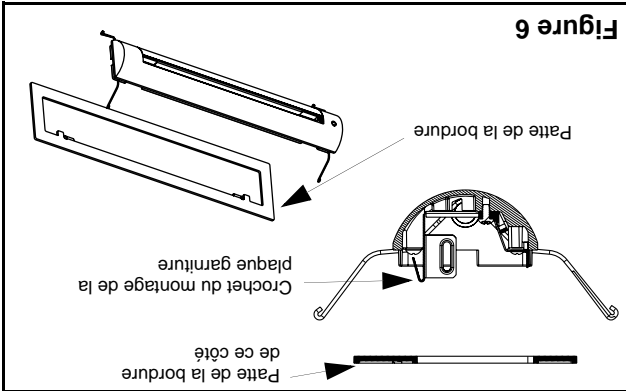

Figure 6
3. Installation encastree (Figure 6). Fixez la bordure plate à la plaque garniture. Orientez la bordure et l'enclencher en place avec les deux pattes qui se trouvent derriere les crochets des supports lateraux.